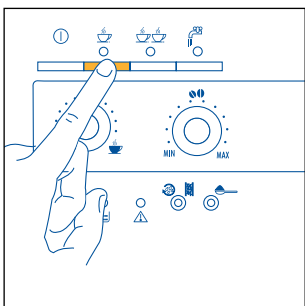
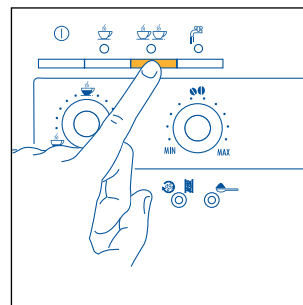

Рис. 12
Рис. 13
- 5) Нажмите кнопку , рис. 12, если вы готовите 1 кофе или кнопку , рис. 13, если готовите 2 чашки кофе. После этого кофеварка помелит зерна кофе, выполнит короткую подачу кофе, паузу и полностью выльет кофе в чашку. После достижения требуемого количества кофе кофеварка автоматически остановит подачу кофе и вытолкнет остатки кофе в кассету для кофейной гущи.
- 7) Для того, чтобы включить кофеварку нажмите кнопку ①. (До выключения кофеварка выполняет автоматическое споласкивание: из носиков подачи кофе выльется немного горячей воды, которая будет собрана в поддоне для сбора воды, будьте осторожны, чтобы не обжечься). Если кофеварка не выключается кнопкой ① в любом случае через 3 часа после последнего использования, она выключится самостоятельно, выполнив сначала короткое споласкивание.
ПРИМЕЧАНИЕ 4: в то время, когда кофеварка готовит кофе, выливание может быть остановлено в любой момент нажатием кнопки ☕ , рис. 12, или ☕☕ рис. 13, нажатой ранее.
ПРИМЕЧАНИЕ 5: как только подача кофе закончится, если вы хотите увеличить количество кофе, достаточно удерживать кнопку ☕ , рис. 12 или ☕☕ рис. 13, нажатую ранее до получения требуемого количества (эта операция может быть проведена только в том случае, если выполняется в течение 3 секунд после завершения выливания кофе из носиков).